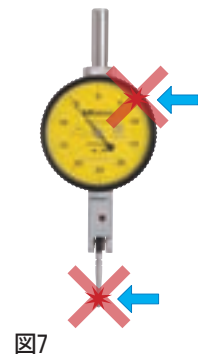

図7
4. 作動や精度に影響しますので、測定子に横方向へ力を加えたり、外枠に力を加えないでください。(図7)